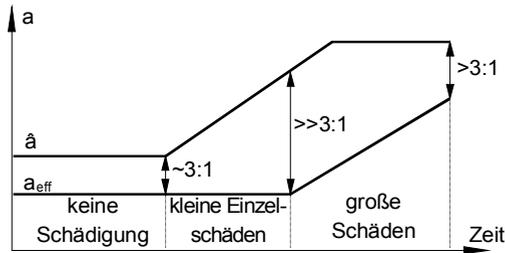

Bild 34: Typischer Schadensverlauf eines Wälzlagers
**Crest-Faktor** Ein bewährtes Verfahren im Zeitbereich ist die Crest-Faktormessung. Der Crest-Faktor ist der Quotient von Spitzenwert und Effektivwert der Schwingbeschleunigung ( $\hat{a}/a_{eff}$ ). Das Verfahren basiert auf der Erkenntnis, dass im Frühzustand einer Lagerschädigung nur geringe Änderungen im Effektivwert der Schwingbeschleunigung auftreten. Der Spitzenwert steigt hingegen bereits signifikant an (vgl. Bild 34).